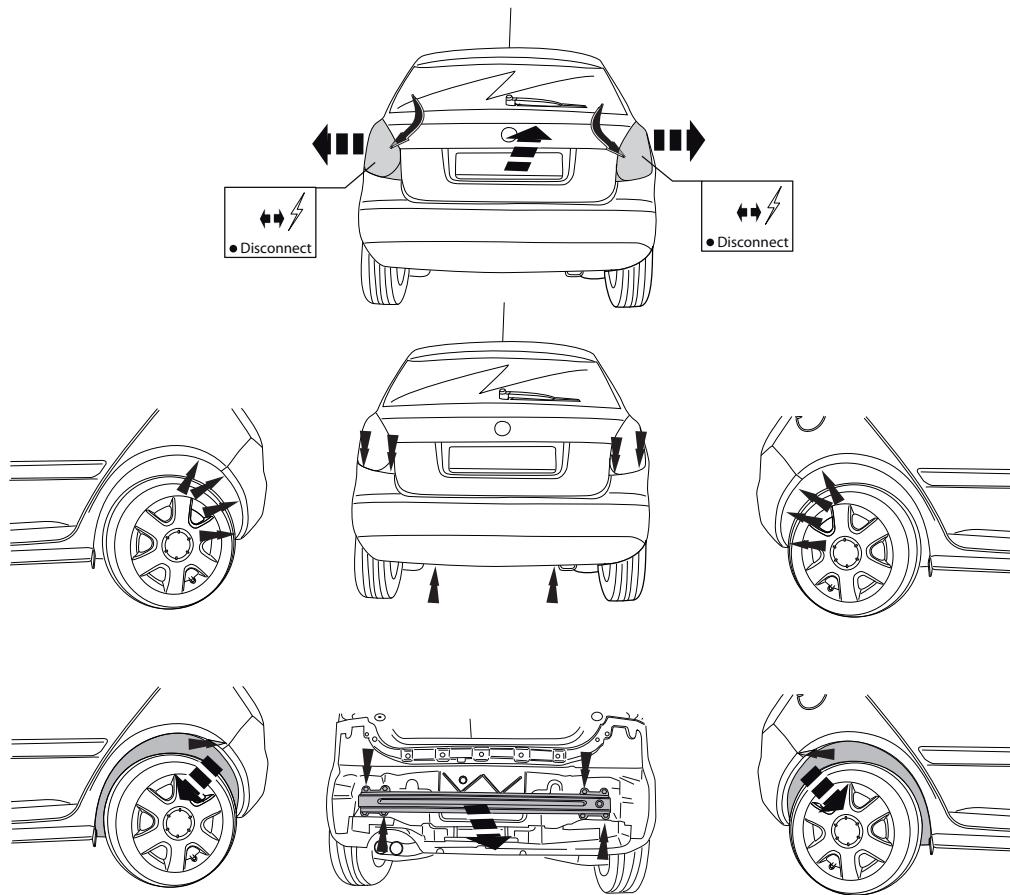

Fig.1
1. Zdemontować z pojazdu zderzak wraz ze stalową belką zderzakową, belka zderzakowa nie będzie ponownie używana. Zderzak ponownie śruby. Patrz rysunek 1.
1. Снять бампер вместе со стальным буферным бруском автомобиля буферный брус больше не понадобится. Посадить болты на место. См. рисунок 1.